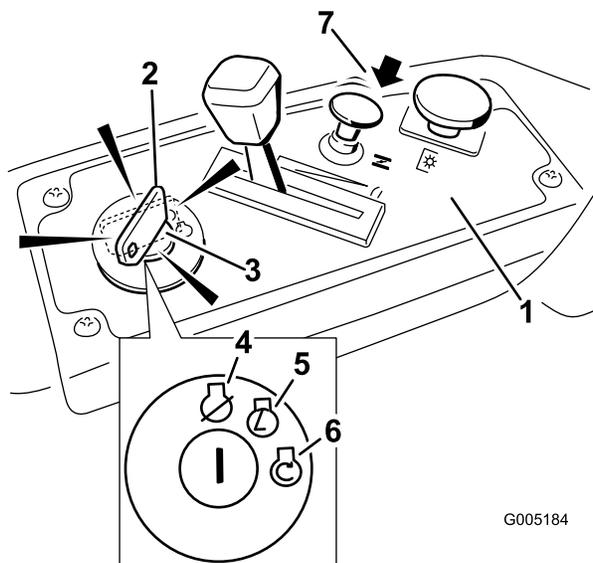

Figura 13
4. Girate la chiave di accensione in posizione Start per attivare il motorino di avviamento; Rilasciatela quando il motore si accende (Figura 13).
- Dopo l'avvio del motore, premere il comando dello starter (Figura 13). Se il motore si spegne o esita, tirate verso l'alto il comando dello starter e lasciate girare il motore per alcuni secondi. Quindi premete il comando dello starter. All'occorrenza, ripetete il procedimento.